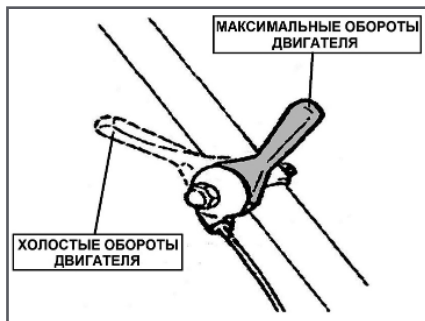

Рис. 17 Положения рычага газа
- Переведите рычаг газа на 1/3 хода в сторону положения максимальных оборотов двигателя (Рис. 17).